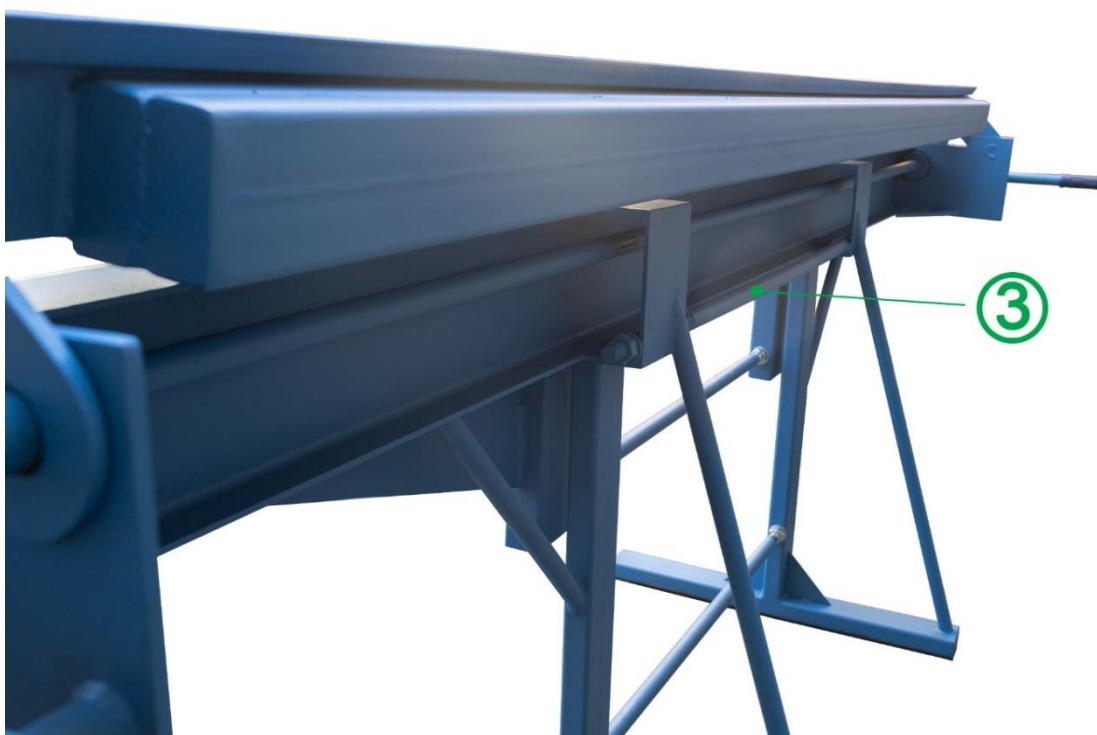

Рис. 3
3) Регулировка «стола» (где лежит лист) в горизонтальной плоскости (на себя или от себя) - стяжка сзади «стола» (рис. 3, цифра 3).